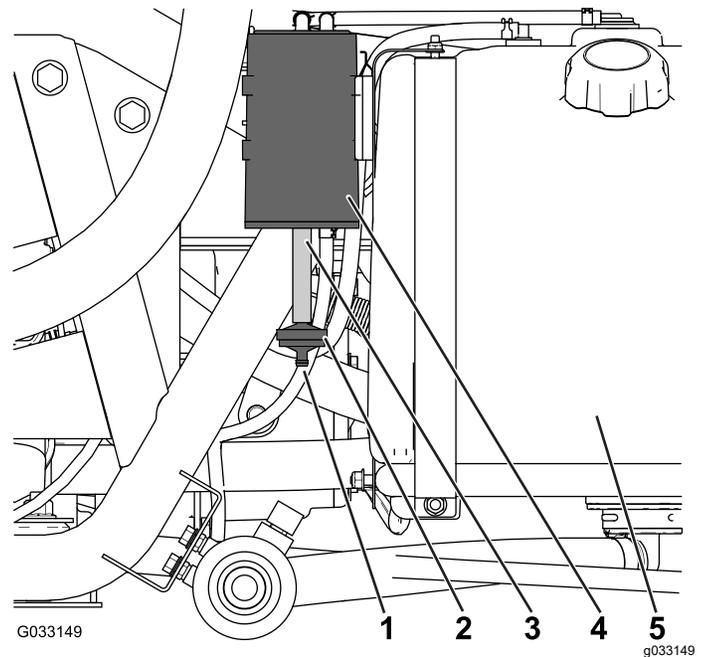

Bild 48
Prüfen Sie an der Öffnung unten am Luftfilter den Aktivkohlefilter und stellen Sie sicher, dass er sauber ist und keine Rückstände oder Verstopfungen hat (Bild 48).
1. Entfernen Sie das gezahnte Anschlussstück des Aktivkohlefilters von der Leitung unten am Aktivkohlefilter und nehmen Sie den Filter ab (Bild 48).